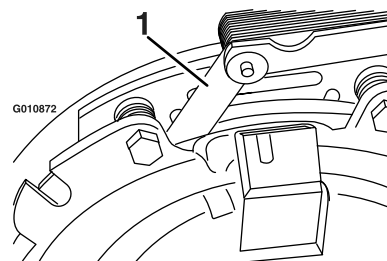
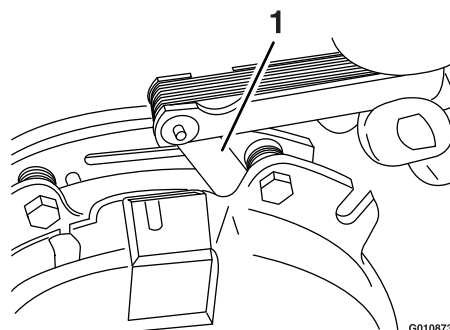

Figura 84
Figura 85
- E. Usando una galga de 0.25 mm (0.01"), compruebe la presencia de un espacio entre el rotor y la cara de la armadura en ambos lados del polo del freno, según se indica en Figura 84 y Figura 85.